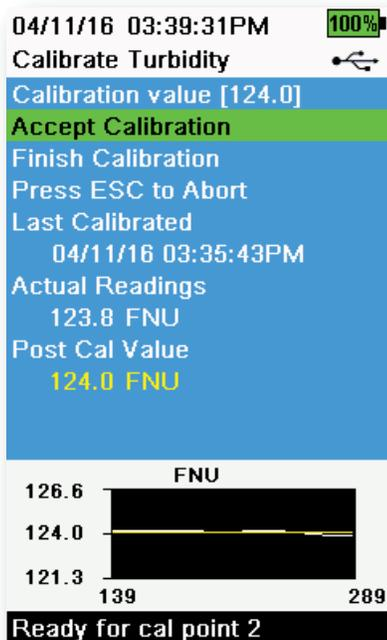

Figure 54 Étalonner la turbidité
8. Assurez-vous qu'il n'y a pas de bulles d'air sur la lentille du capteur de turbidité. Observez les valeurs de mesure réelles pour vérifier la stabilité, puis sélectionnez **Accepter l'étalonnage** (Figure 54). La mention « Prêt pour le point d'étalonnage 3 » s'affiche dans la zone de messages.